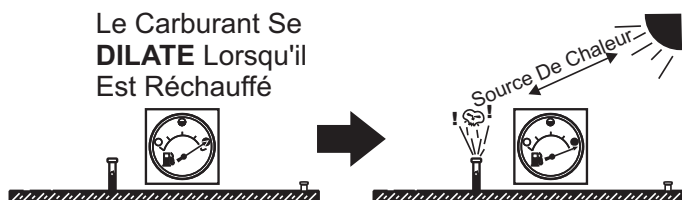

Figure 33. Expansion du Carburant
**NE FAITES PAS LE TROP-PLEIN** du système. Permettez au carburant de se répandre. Le carburant se répand lorsqu'il est chauffé (Figure 33).